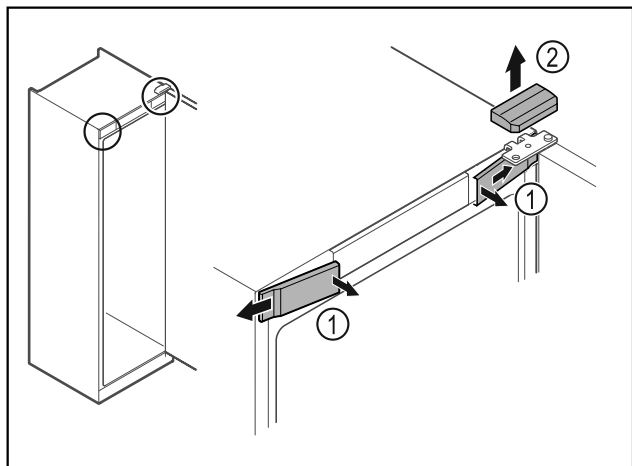

Fig. 17
- ▶ Paina etummaisat suojukset Fig. 17 (1) sisäpuolelta irti ja ota ne sivukautta pois.
- ▶ Ota ylempi suojuks Fig. 17 (2) yläkautta pois.